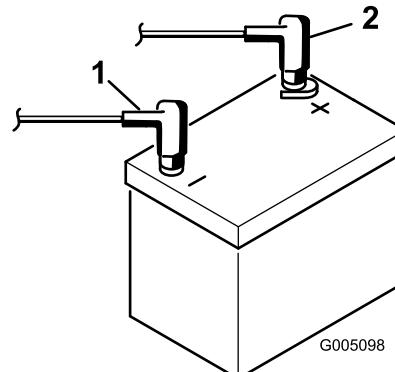

Figura 7
7. Primeiro, coloque o cabo positivo (vermelho) no terminal positivo (+) e o cabo negativo (preto) no terminal negativo (-) da bateria e fixe-os com os parafusos e as porcas (Figura 7). Coloque a protecção de borracha sobre o terminal positivo para evitar um curto-circuito.